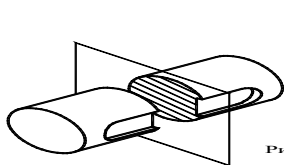

Рис.3.7
**Сечение** - изображение фигуры, получающейся при мысленном рассечении предмета одной или несколькими плоскостями. На сечении показывается только то, что получается непосредственно в секущей плоскости (рис.3.7, 3.8).